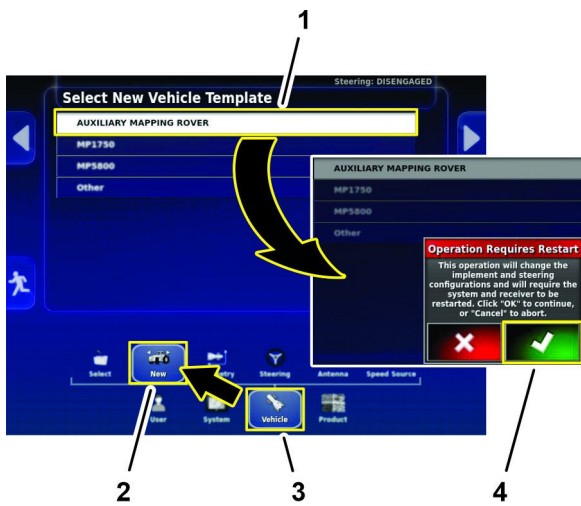

Figura 185
3. Nella schermata Impostazione, premete l'icona VEICOLO e l'icona SELEZIONA (Figura 185).
4. Nella pagina Seleziona nuovo modello di veicolo, premete l'icona ROVER DI MAPPATURA AUSILIARIO (Figura 185).
5. Nella finestra di dialogo L'operazione richiede il riavvio, premete l'icona Conferma (Figura 185).